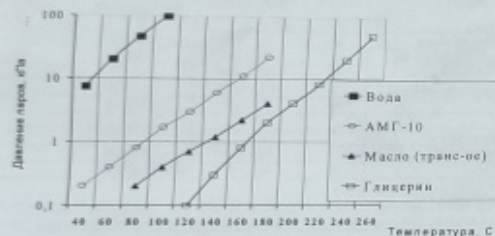

Рис. 5
3. Для измерения вакуума разделитель и прибор должны быть заполнены только с использованием вакуумного оборудования! При этом решающее значение имеет давление насыщенных паров жидкости при рабочей температуре. По достижении этого давления в процессе эксплуатации произойдет вскипание измерительной жидкости и процесс измерения будет прерван. Проблема усугубляется в случае высоких рабочих температур. Поэтому для надежной работы разделителя в этом случае необходимо применить жидкости с минимальным давлением насыщенных паров. Ниже приведены данные по давлению паров (в кПа) некоторых широко применяемых жидкостей (см. рис. 5)